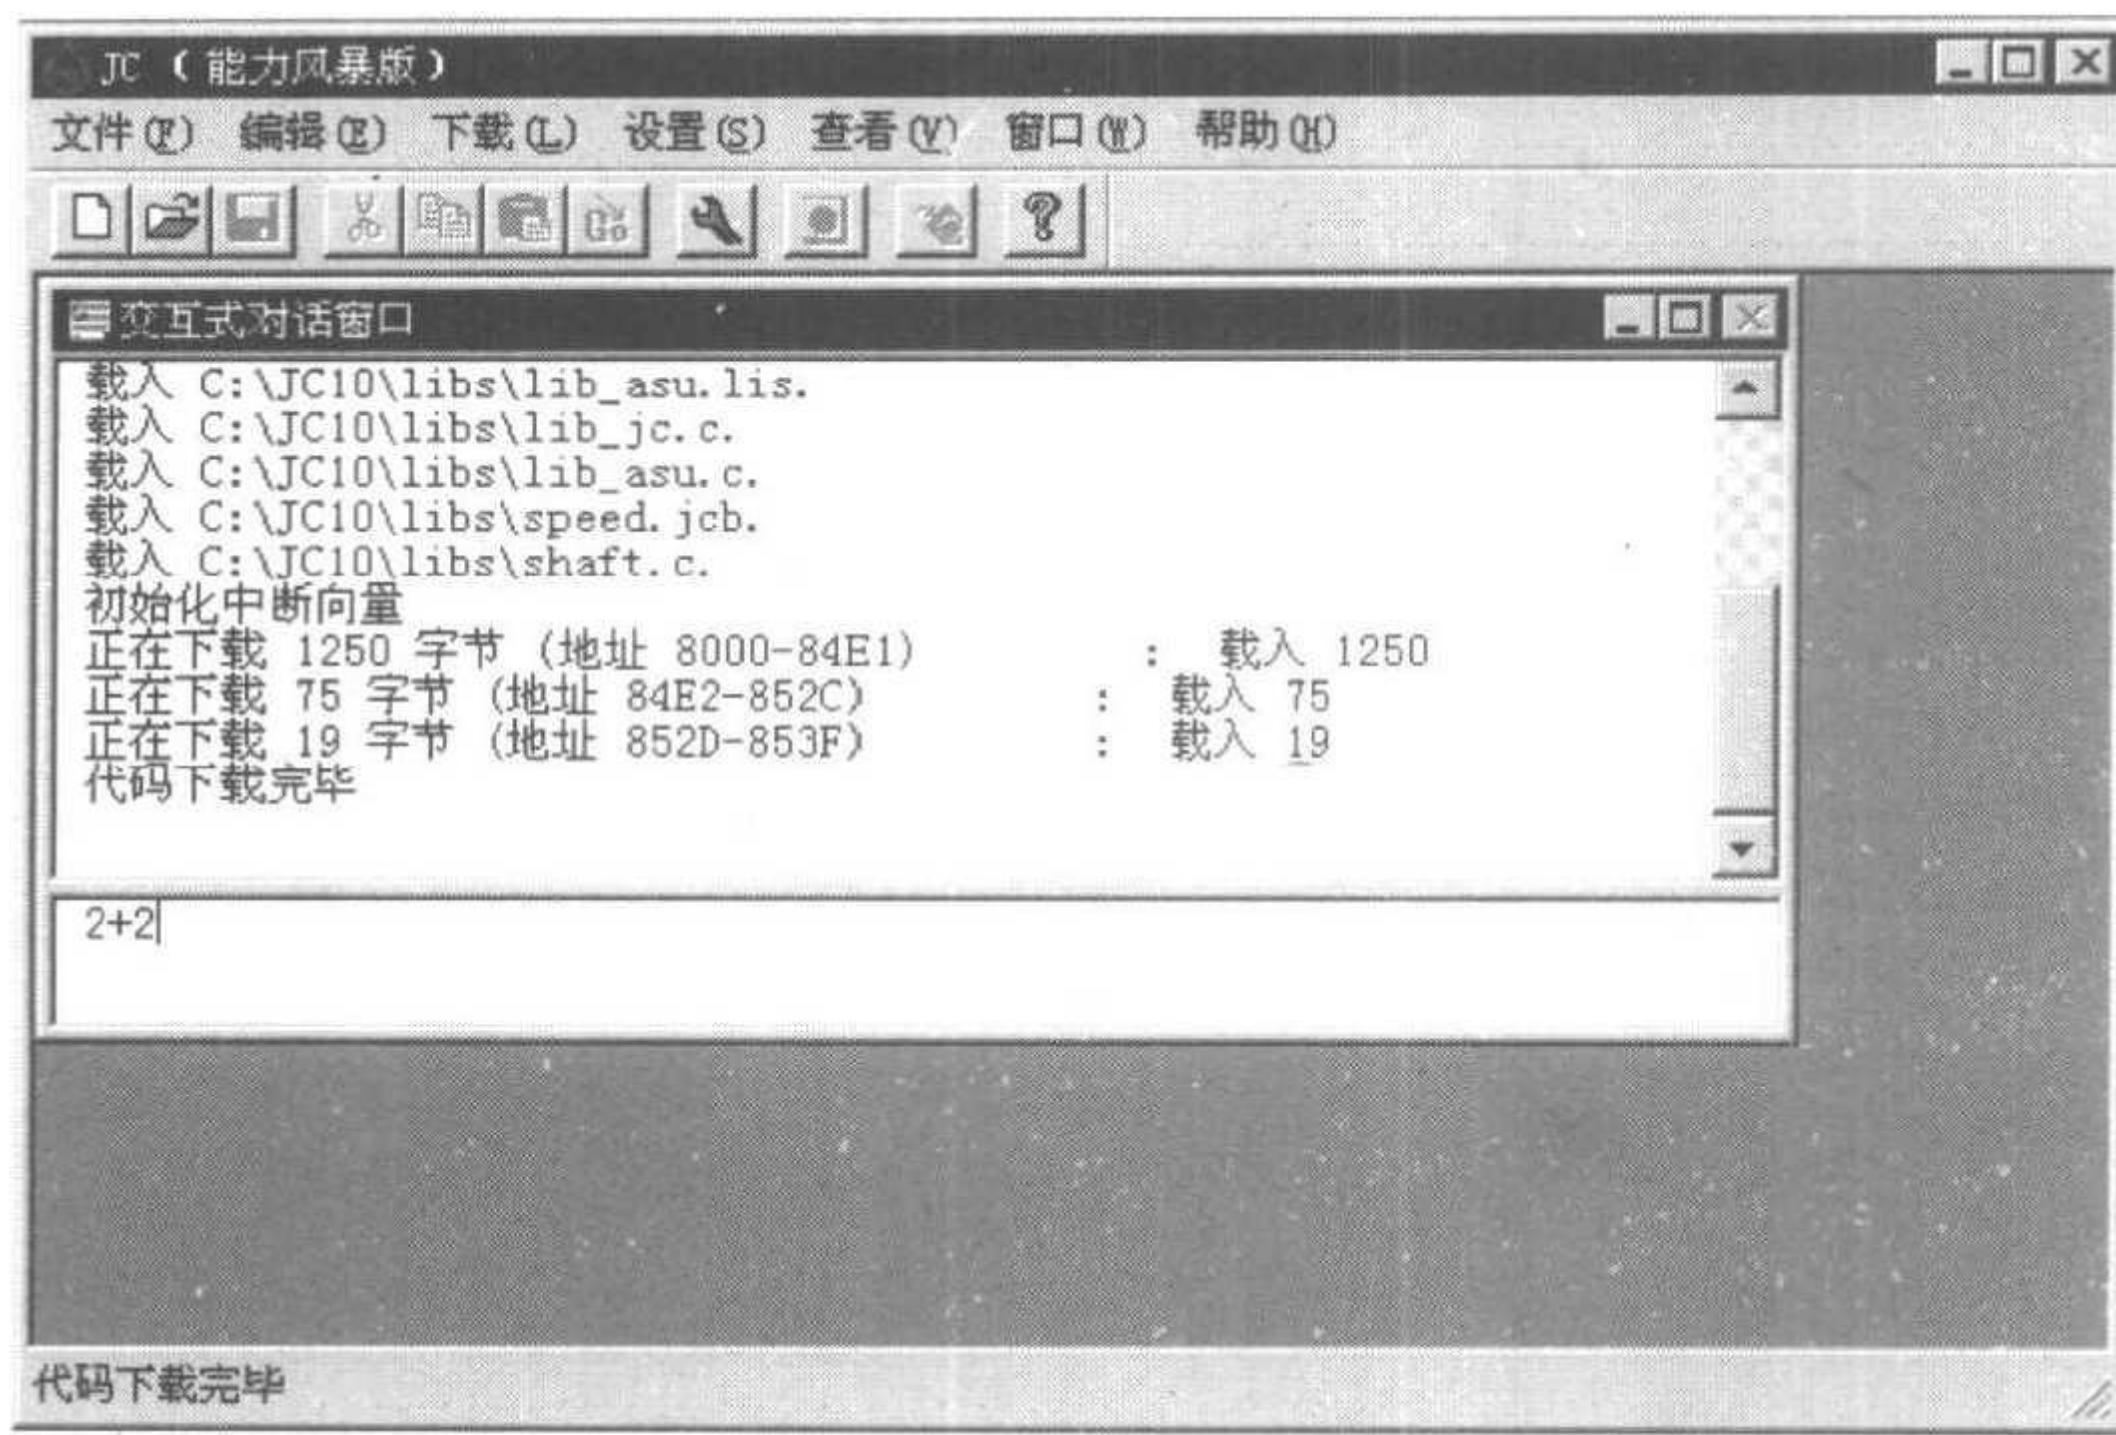
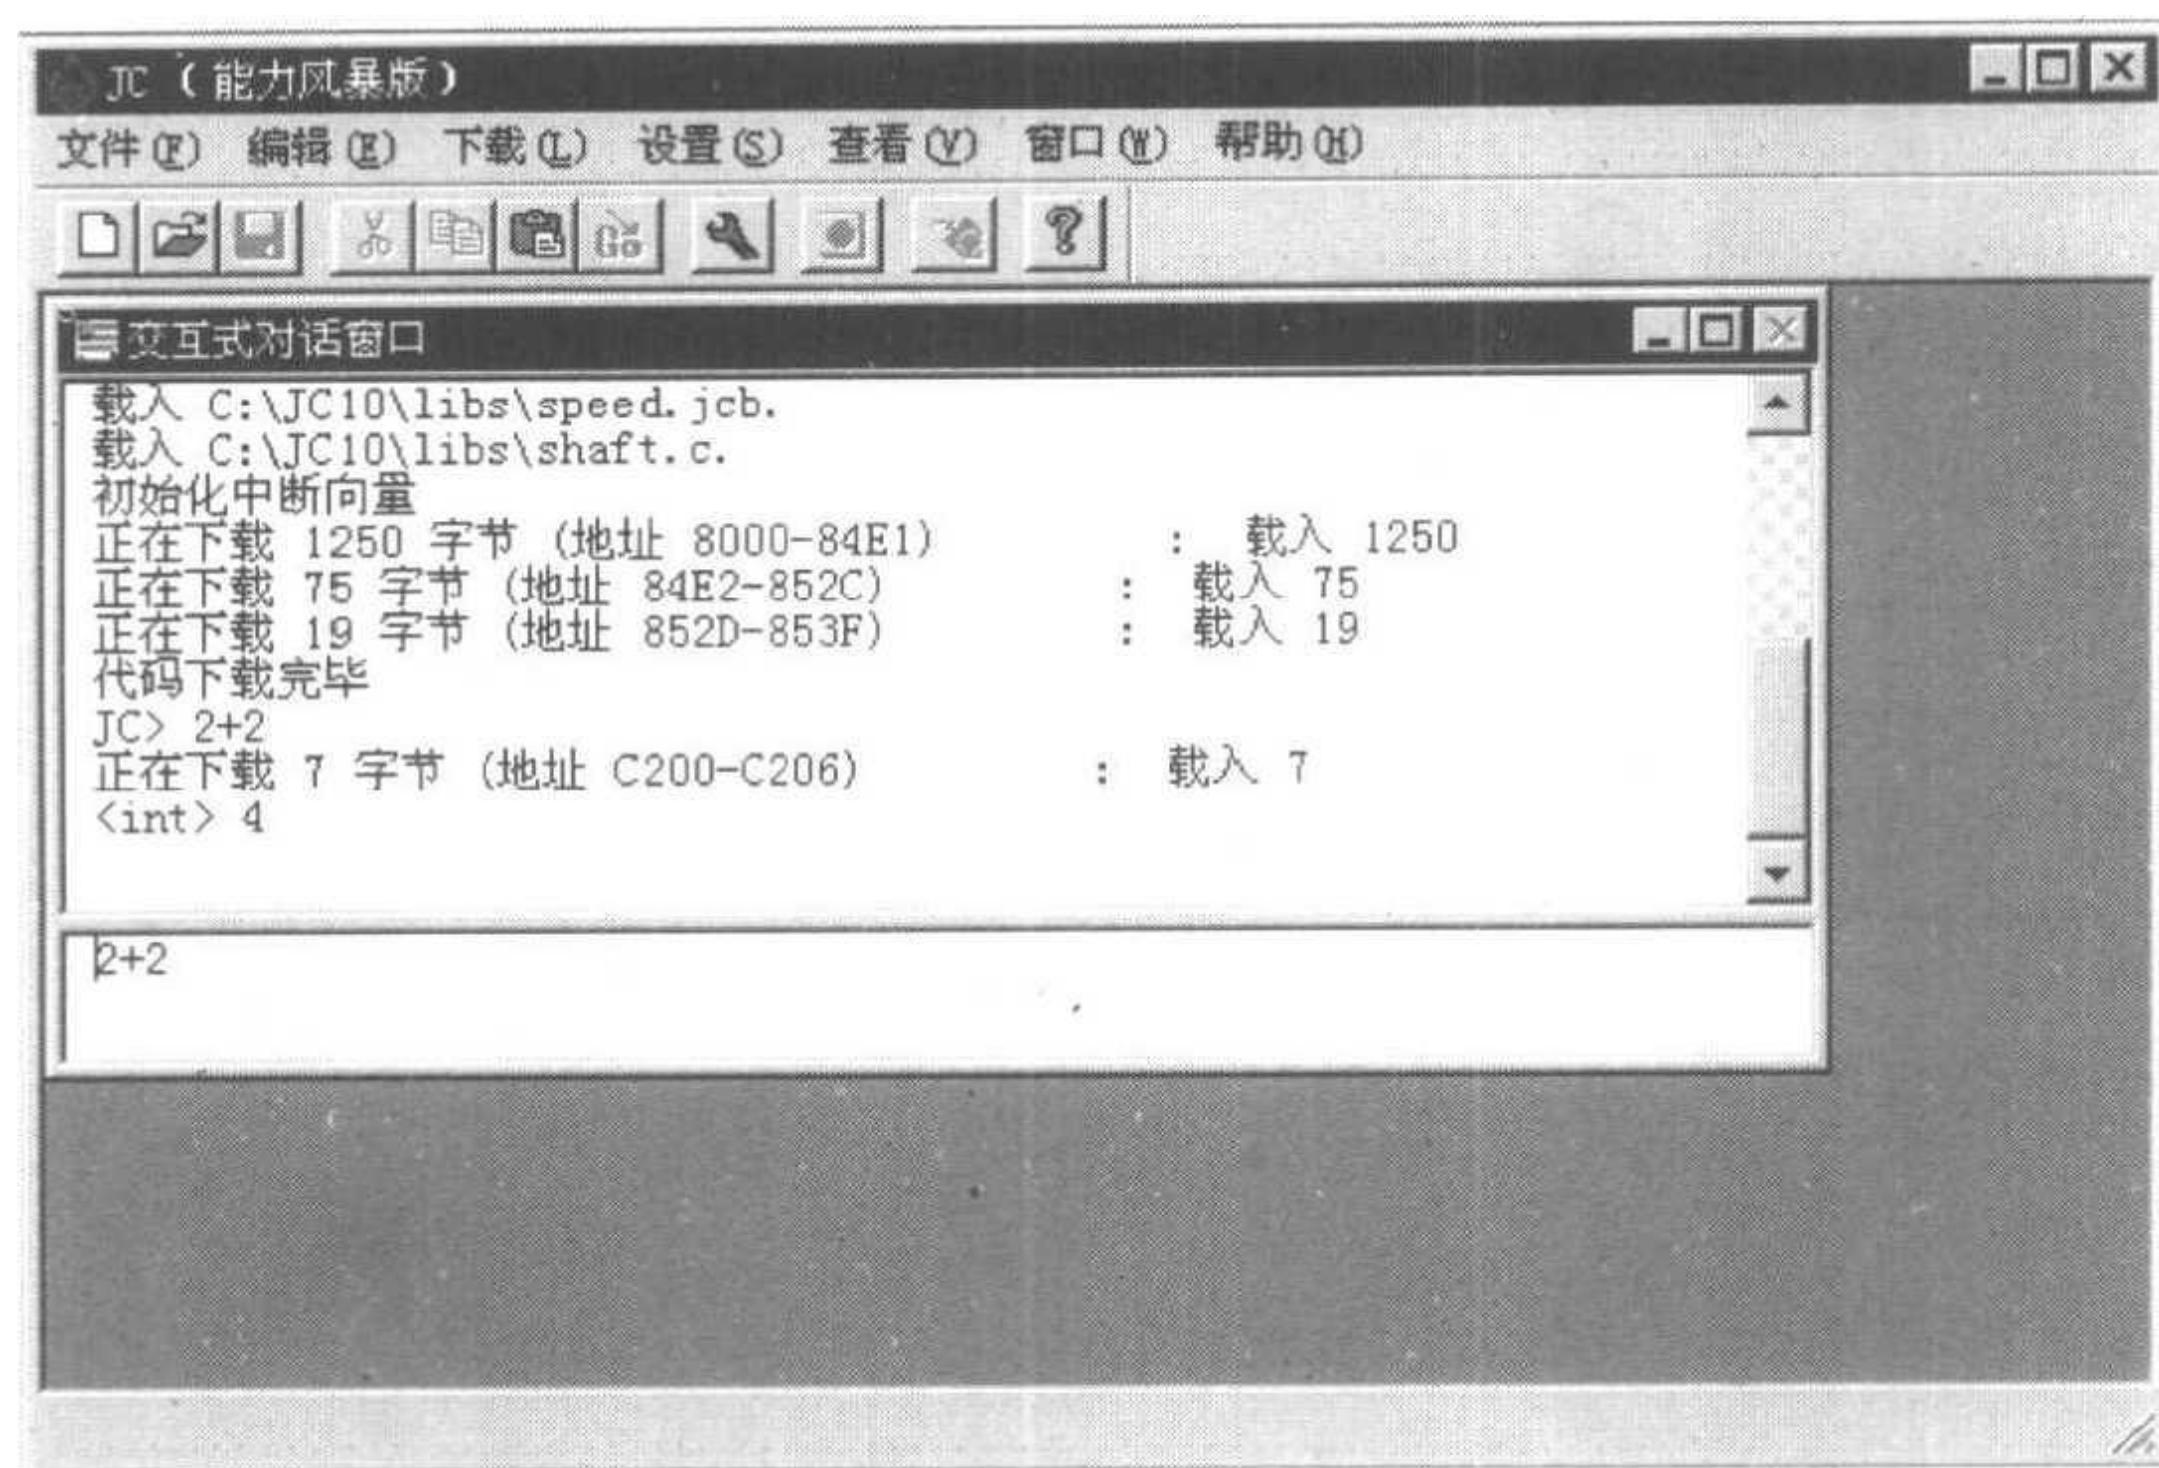

图 1.23 JC 窗口
图 1.25 JC 窗口和命令行窗口
**【实例】**请在“JC（能力风暴版）”对话窗口中，直接键入“2+2”，如图 1.23 所示。
在图 1.23 和 1.24 中，我们看到 JC 窗口的下方，有一个条形窗口。这个窗口是一个带历史记录的命令行编辑器，它的作用是可以编辑和重用输入过的语句和命令，通过键盘上的“↑”、“↓”键即可浏览。现在你按一下“↑”键，刚才输入的内容又显示在命令行编辑窗口中，如图 1.25 所示。